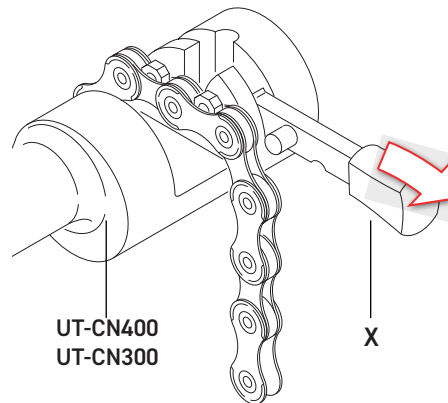

Abb.5
- Das Werkzeug **UT-CN400 (12s) / UT-CN300 (11s / 12s)** wie in (X) Abb. 5 gezeigt positionieren.
- Das Kettenglied, das geöffnet werden soll, in das Werkzeug **UT-CN400 (12s) / UT-CN300 (11s / 12s)** (Abb.5) einsetzen und dabei darauf achten, dass am Ende ein Innenglied zu liegen kommt.